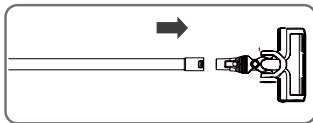

Bild 3
- För in den elektriska golvborstens ände i aluminiumrörets öppna ände och kontrollera att den sitter fast ordentligt. Du hör ett "klick" när den låses fast (Bild 3).